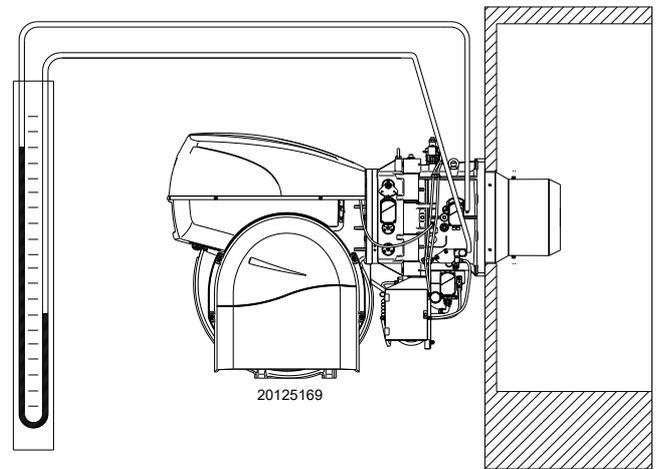

Abb. 36
- Montieren Sie ein U-Rohr-Manometer oder einen Differenzdruckmesser (Abb. 36), mit Entnahmestelle (+) am Gasdruck der Muffe und (-) in der Brennkammer. Damit soll annäherungsweise die Höchstleistung des Brenners ermittelt werden.
Das U-Rohr-Manometer (Abb. 36) zeigt den Gaseintritt an der Muffe an.